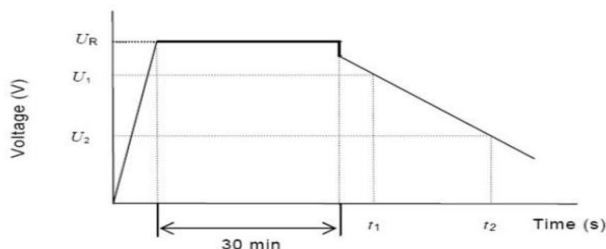

图 2
- 5) 测量并记录电容器两端电压从 U_1 到 U_2 的时间 t_1 和 t_2 , 如图 2 所示, 根据下列公式计算电容量值: